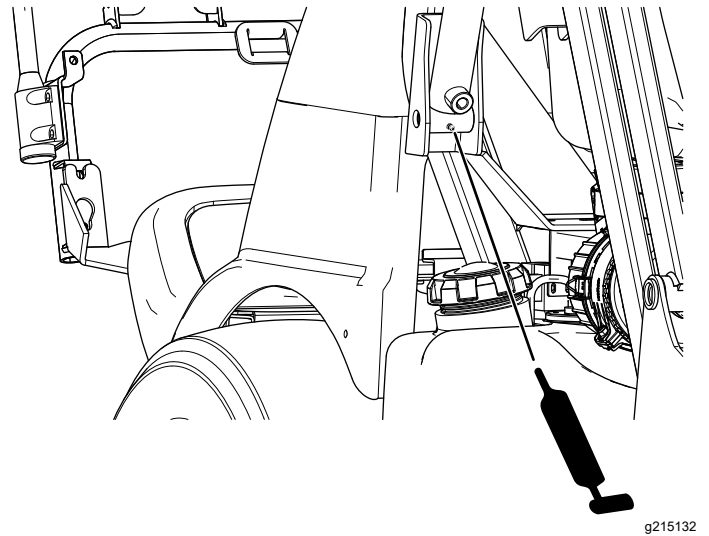

Figura 48
- Brazos de la tolva – parte inferior, delantera (Figura 48)